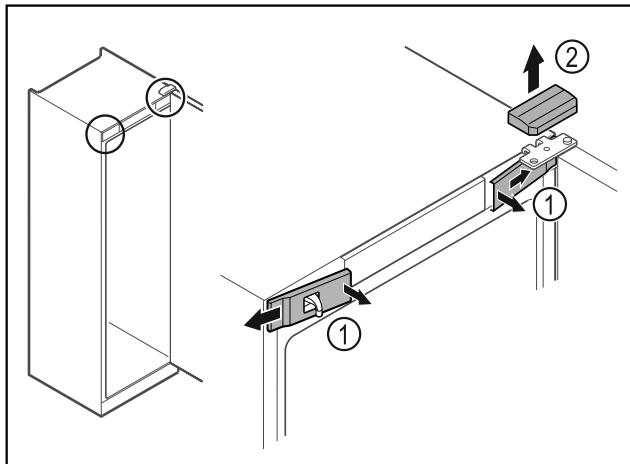

Fig. 11
- Izvadite prednje poklopce *Fig. 11 (1)* iznutra i skinite ih na stranu.
- Skinite gornji poklopac *Fig. 11 (2)* prema gore.